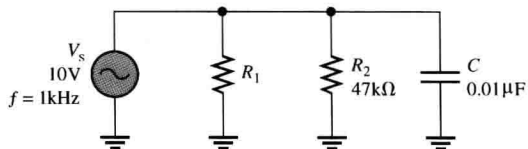

图 10-82
43. 在图 10-82 中, 求使电源电压与总电流之间相位角为 30° 时所需的 R_1 值。